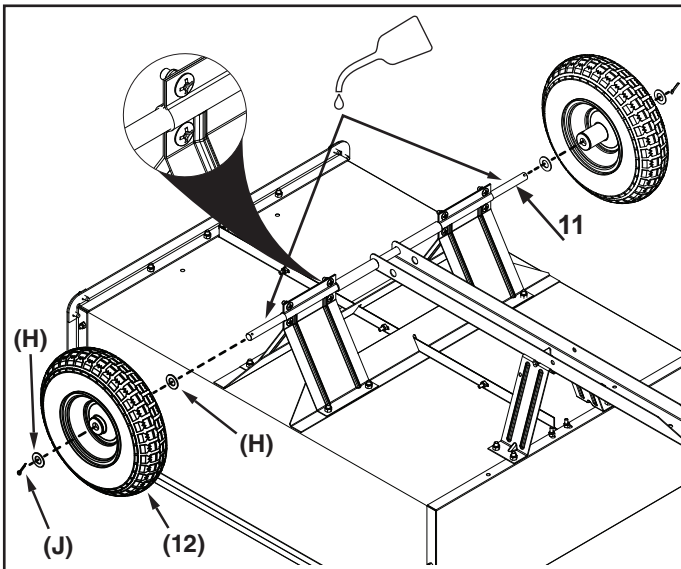

FIGURA 15
PASO 15: (VEA LA FIGURA 15)
- Fije las ruedas al eje instalando una arandela grande (H), una rueda (12), otra arandela grande (H) y un pasador de chaveta de 1/8" (J). Repita este paso en el otro lado.
- Abra las puntas del pasador de chaveta (J).